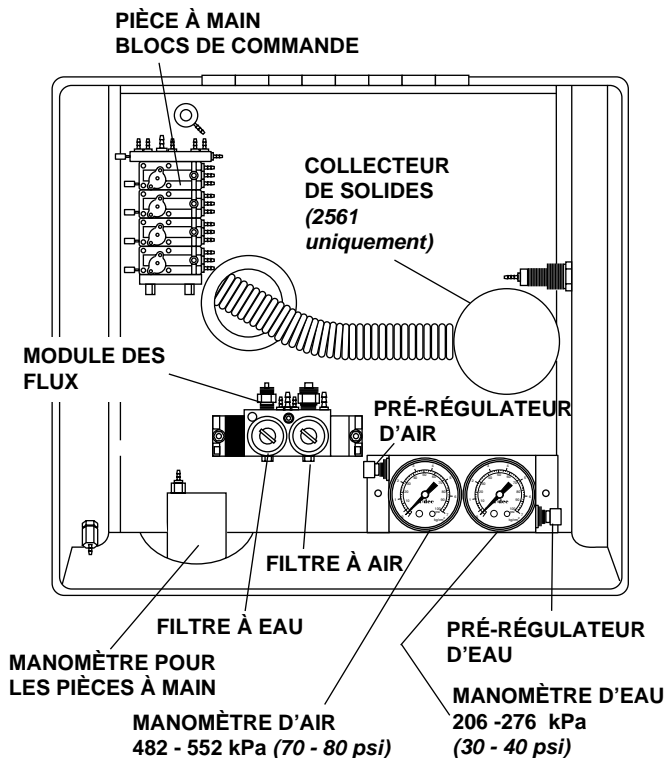

Figure 18. Commandes de service du chariot
Les commandes de service du système (voir figure 18) se trouvent sous la partie supérieure du chariot.
3. Contrôler les manomètres situés à l'intérieur du logement du chariot (*voir figure 18 à la page 16*).
L'air et l'eau circulent à travers des filtres séparés dans le module de service, avant de pénétrer dans le régulateur. Il est nécessaire de remplacer un filtre lorsque son état réduit le débit vers le régulateur. Pour localiser le module de service du système, voir figure 18, à la page 16.